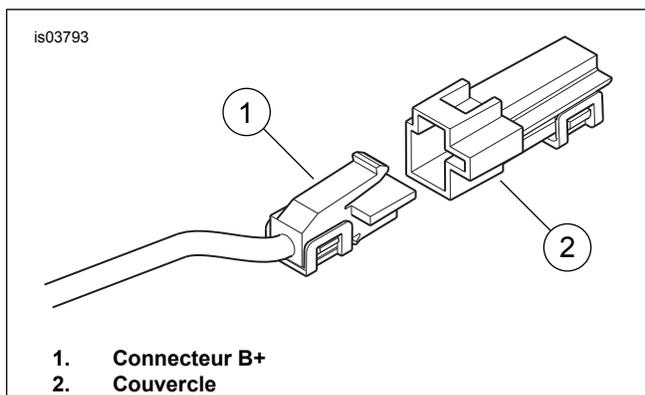

Figure 6. Connecteur B+
8. Couper les fils rouge et orange/blanc du faisceau de haut-parleurs et amplificateur (5) à une longueur appropriée pour atteindre facilement les connecteurs bout à bout scellés sur le relais. Épisser et sceller les fils rouge et orange/blanc sur le connecteur bout à bout scellé (6) sur le fil rouge de la borne de relais 3.
9. Sélectionner le connecteur bout à bout scellé (7) sur l'extrémité libre du fil **rouge** de la borne de relais 5. Épisser le fil rouge à une extrémité du porte-fusible en ligne (8) sur le fil rouge de la borne de relais 5.
10. Épisser l'extrémité opposée du porte-fusible en ligne sur le fil adaptateur de 12 V (9) avec le connecteur bout à bout scellé bleu (10) du jeu de visserie.
11. Voir Figure 6. Rechercher le connecteur B+ (borne positive de la batterie) (1) sur le faisceau électrique principal, sous la selle (fil rouge avec un connecteur gris non utilisé). Enlever le couvercle (2) du connecteur B+.